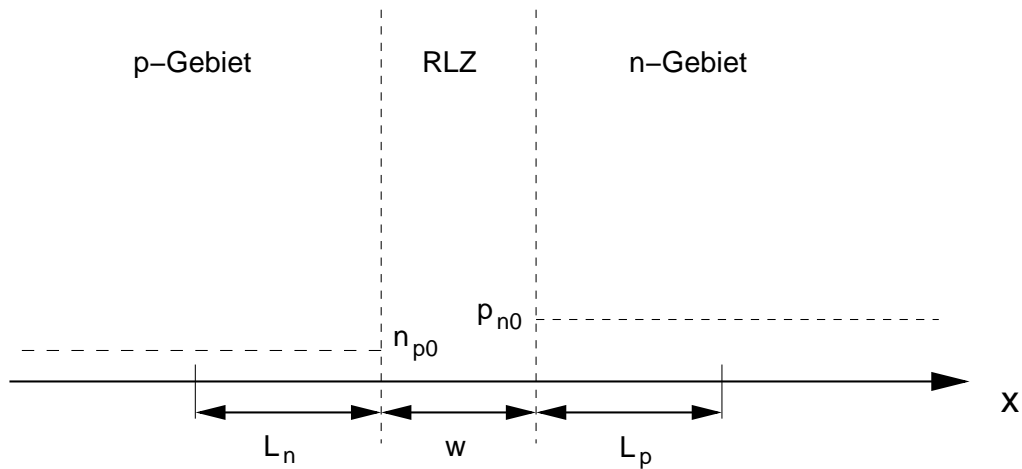

Abb. 2.1:
- 2.6 Skizzieren Sie qualitativ in Abb. 2.1 die Verteilung der Minoritäten im Bahngebiet für eine positive Diodenspannung! Beachten Sie die Größenverhältnisse der beiden Randkonzentrationen! Berücksichtigen Sie den Einfluss von L_n und L_p mit Hilfe zweier geeigneter Hilfsgeraden!